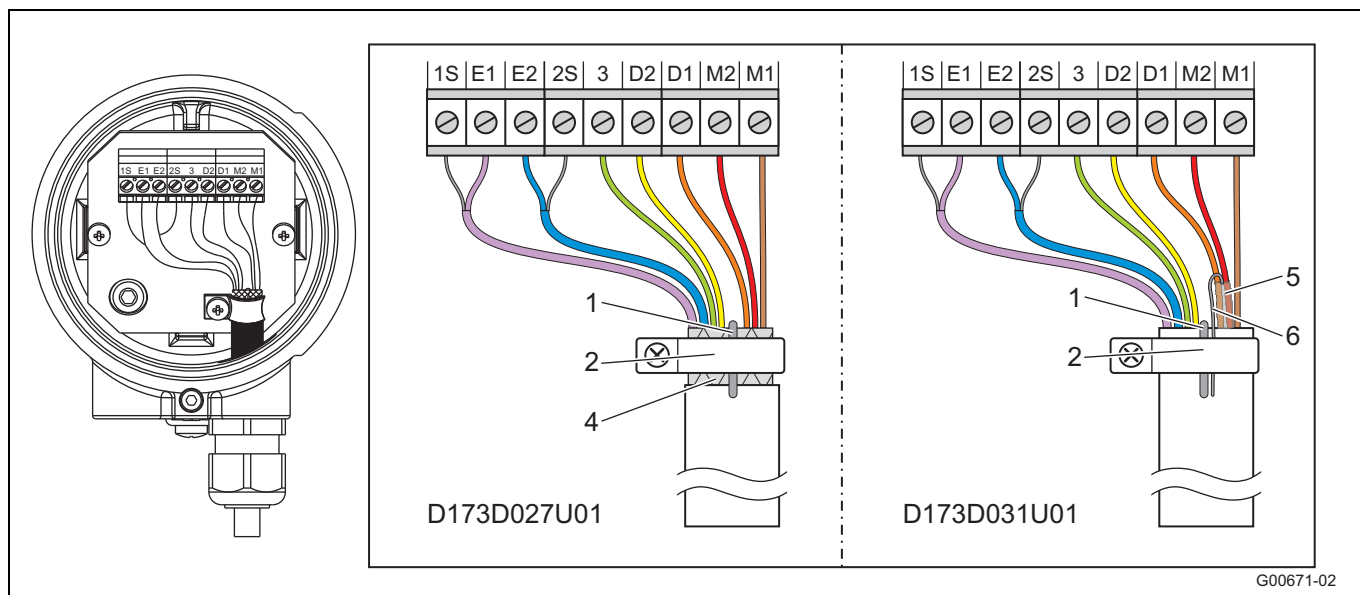

Рис. 38
- Остальные жилы подключите, как показано на Рис. 38.